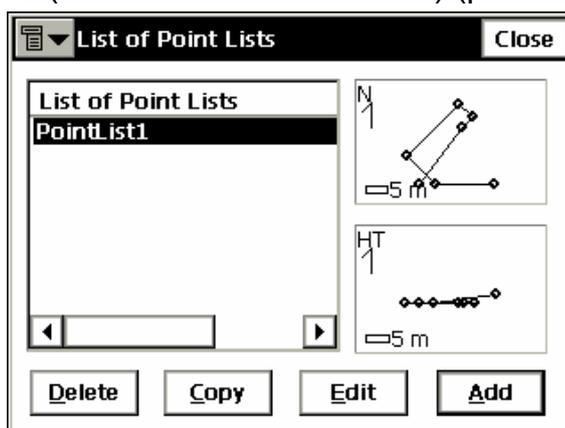

Рисунок 4-22. Перечень списков точек
1. Чтобы добавить список точек, нажмите кнопку **Add (Добавить)** в окне **List of Point Lists (Окно "Список точек")** (рис. 4-22).